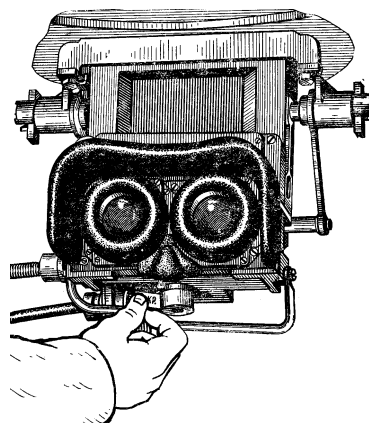

Рис. 81. Відкриття шторки приладу
- спостерігаючи в прилад ТВНЕ-1ПА, відкрити шторку (рис. 81);